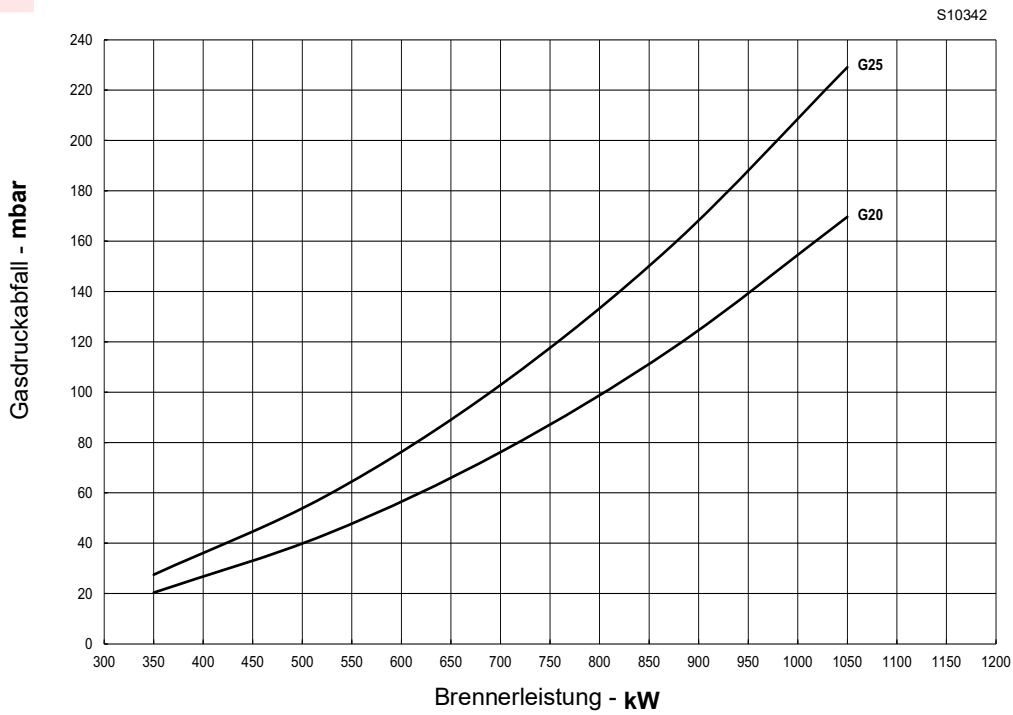
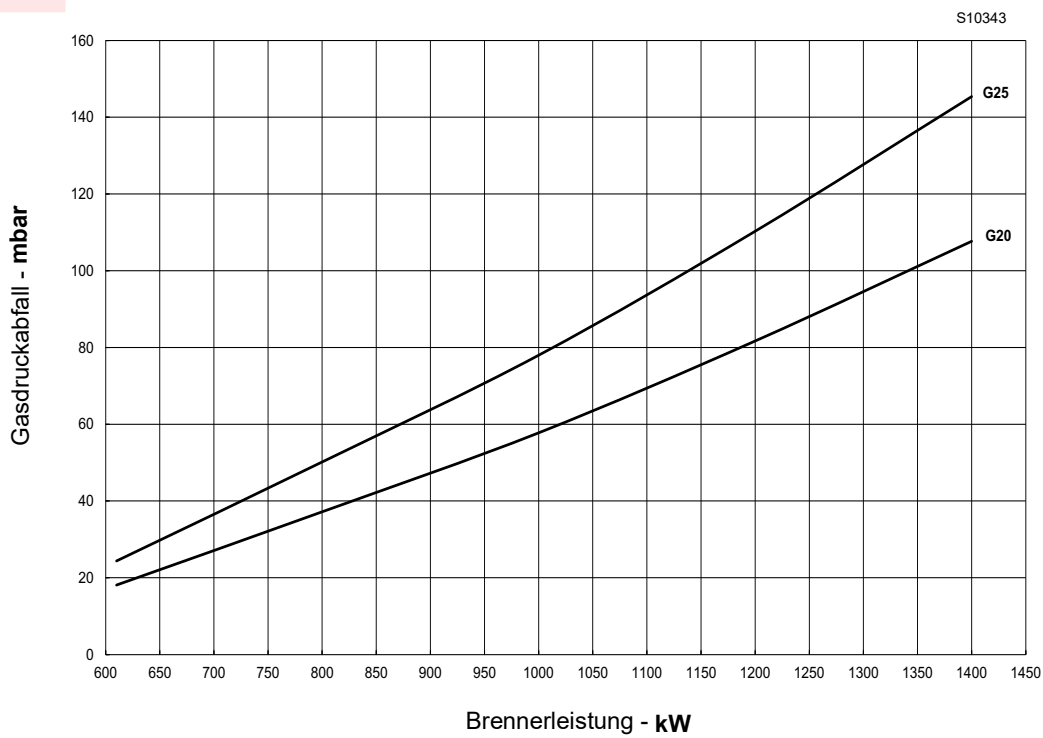
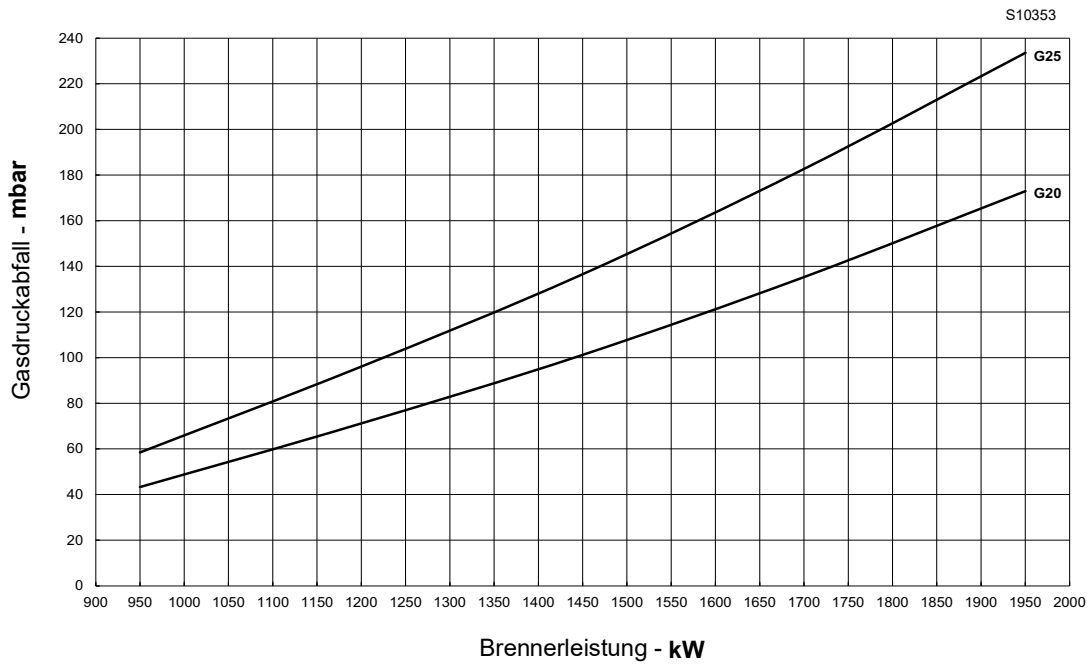
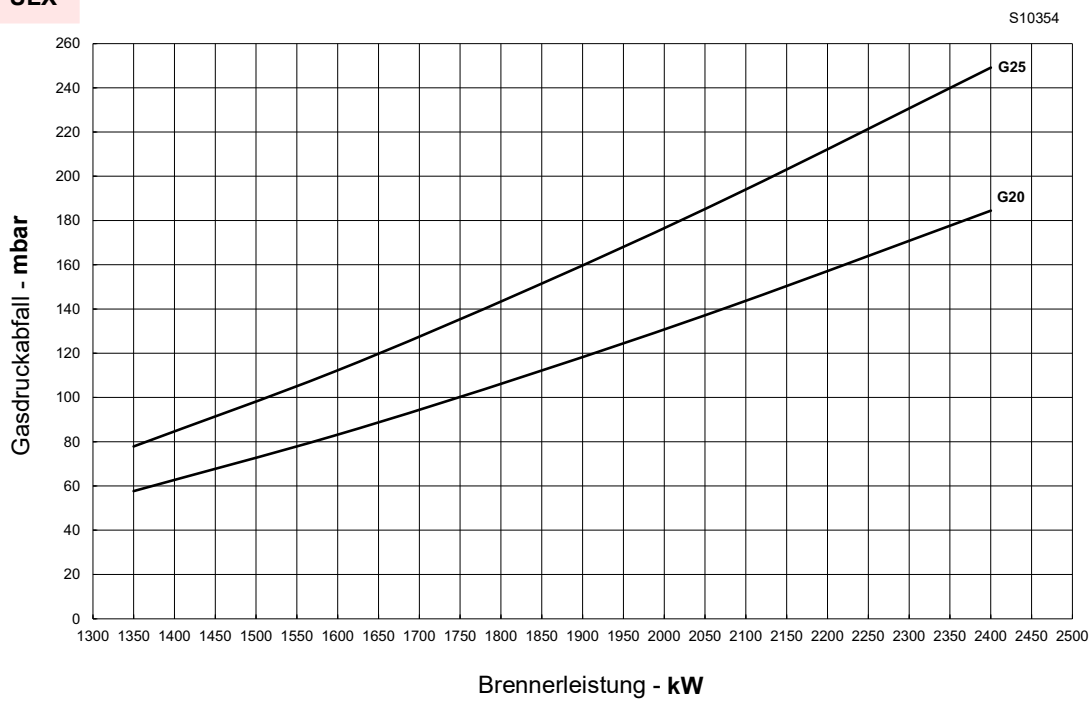

Abb. 26
Abb. 27
Abb. 28
Abb. 29
- Geben Sie den Wert in mbar ein (Abb. 26, Abb. 27, Abb. 28 und Abb. 29) und lesen Sie die entsprechende Leistung in der Zeile ab.
- den nächstgelegenen Leistungswert finden (Abb. 26, Abb. 27, Abb. 28 und Abb. 29).